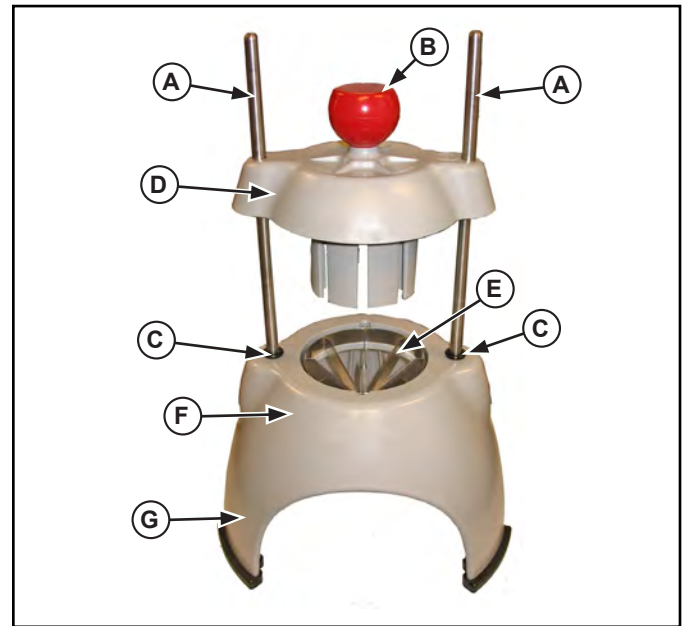

Figura 1. Características y controles.
3. Antes de cada uso, verifique que las hojas estén correctamente alineadas. Fije lentamente el cabezal de empuje (D) sobre el conjunto de hojas (E). Consulte la Figura 1. Deben deslizarse juntas sin obstrucciones. Si hay obstrucciones, verifique que ambas piezas efectivamente sean del mismo conjunto. Elimine la obstrucción.
6. Suba el mango (B) y coloque el alimento en el conjunto de hojas (H) (la espiga central para hojas segmentadoras).
7. Quite la mano del área del conjunto de hojas (H) y colóquela en una de las patas (F).
1. Deslice el conjunto del cabezal de empuje (D) para retirarlo de las varillas guía (A). Figura 1.
2. Retire los tornillos que afianzan el conjunto de hojas (E).
3. El conjunto de hojas (E) se limpia mejor forzando agua a presión por las
2. Retire el conjunto del cabezal de empuje (D) deslizándolo hacia afuera de las varillas guía (A). Figura 1.
3. Retire los tornillos que afianzan el conjunto de hojas (E), deseche el conjunto de hojas antiguo y conserve los tornillos.
4. Instale el nuevo conjunto de hojas (E) de modo que las lengüetas en éste se deslicen al interior de las ranuras del conjunto de la base (F).